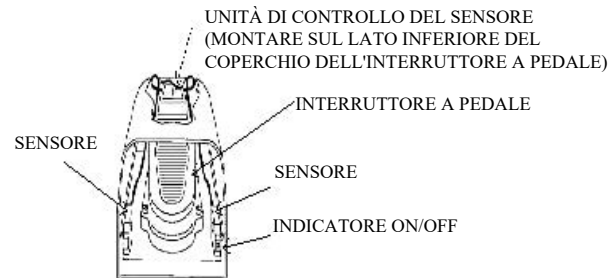

Figura 2: I sensori sono fissati sul LATO dell'ALLOGGIAMENTO dell'interruttore a pedale del laser.
4. Nella carcassa dell'interruttore a pedale (Figura 2), collocare il sensore di trasmissione e quello di ricezione sulle parti opposte del pedale. Non collocare i sensori sui lati del pedale. **SENZA RIMUOVERE L'INVOLUCRO PROTETTIVO DEL NASTRO**, collocarli in modo che si accenda la luce rossa